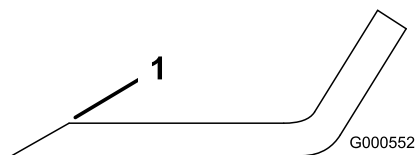

Figura 46
1. Utilice una lima para afilar el filo de corte en ambos extremos de la cuchilla (Figura 46).
Nota: Si la cuchilla no está equilibrada, rebaje algo el metal en la parte de la vela solamente con una lima (Figura 46).